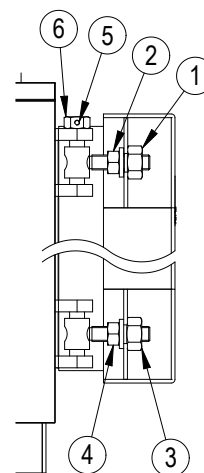

fig. 10
5.6.2 Pour les modèles MEGAPREX 720N+1060N (Fig. 10)